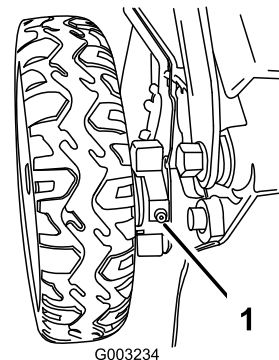

Figure 42
1. Essuyez les graisseurs situés juste à l'intérieur des roues arrière avec un chiffon propre (Figure 42).